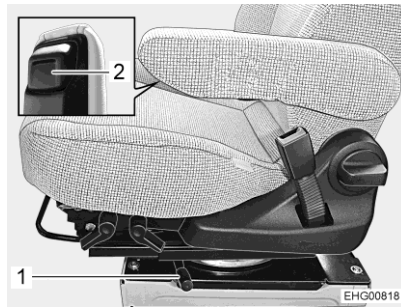

Bild 16 Låsspak för att svänga
- Tryck låsspaken (Bild 16,1) bakåt. Spärren lossas.
- Tryck och håll den nedre delen av armstödet (Bild 16,2) framtill.